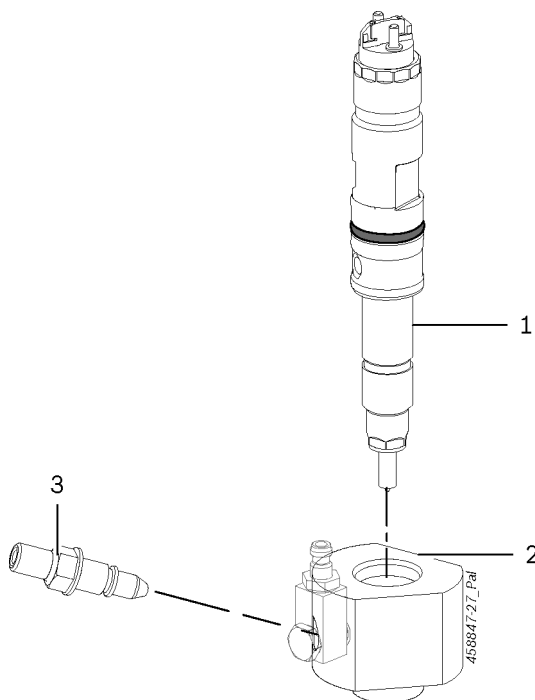

Рис. 15. Установка форсунки
1. Подберите испытательный переходник (рис. 15, поз. 2).
3. Вставьте инжектор (рис. 15, поз. 1) в испытательный переходник. При выполнении этой операции впускное отверстие должно быть совмещено с отверстием для входного штуцера (рис. 15, поз. 3).